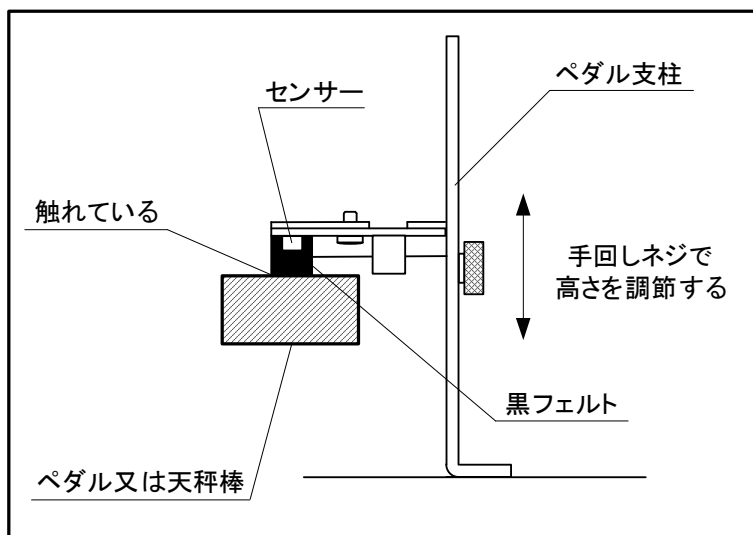

図3.4-2 センサー部の高さ調整
(2) ペダルを踏み込まない状態で、図3.4-2の様に手回しネジで高さを調節して、ペダルや天秤棒の上面にセンサーの黒フェルト部が触れていることを確認する。尚、1mmくらいは離れていても動作に支障はない。